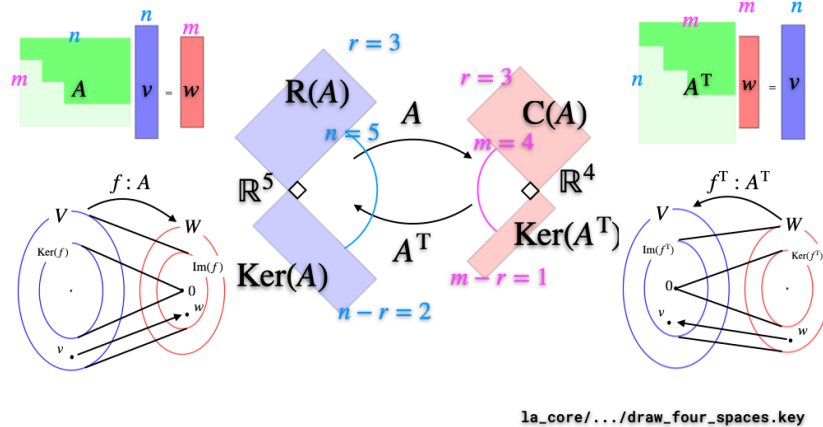

図1: 行列の基本4空間のイメージ図.
5. 基本4空間による全体空間の分割 (次元定理): 上記の設問を参考にして, 行列の基本4空間 (行空間 $R(A)$, 列空間 $C(A)$, 核 $\text{Ker}(A)$, 左核 $\text{Ker}(A^T)$) の包含関係と, それぞれの次元の間の関係を, 図 1 を参考にまとめて説明せよ.